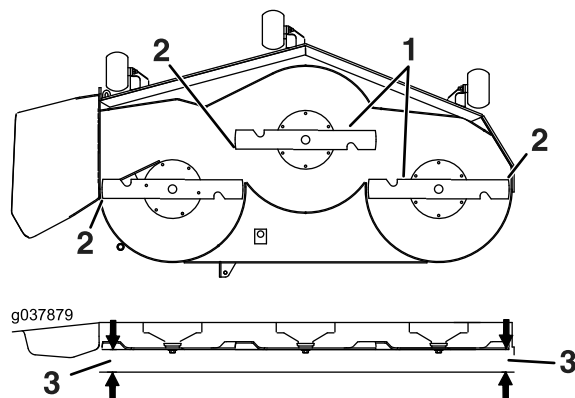

Figura 85
6. Măsurați de la vârful lamei până la suprafața plană (Figura 85). Dacă ambele măsurători nu sunt mai mici de 5 mm, reglați planeitatea; continuați cu această procedură.
14. Rotii cu atenție lamele dintr-o parte în cealaltă (**Figura 85**).